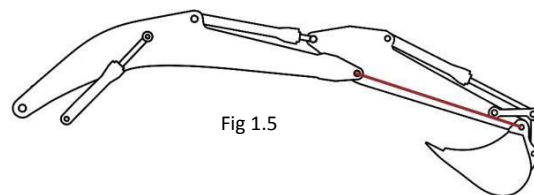

Fig 1.5
2. Prolonger le balancier au maximum et replier le godet (fig 1.5)